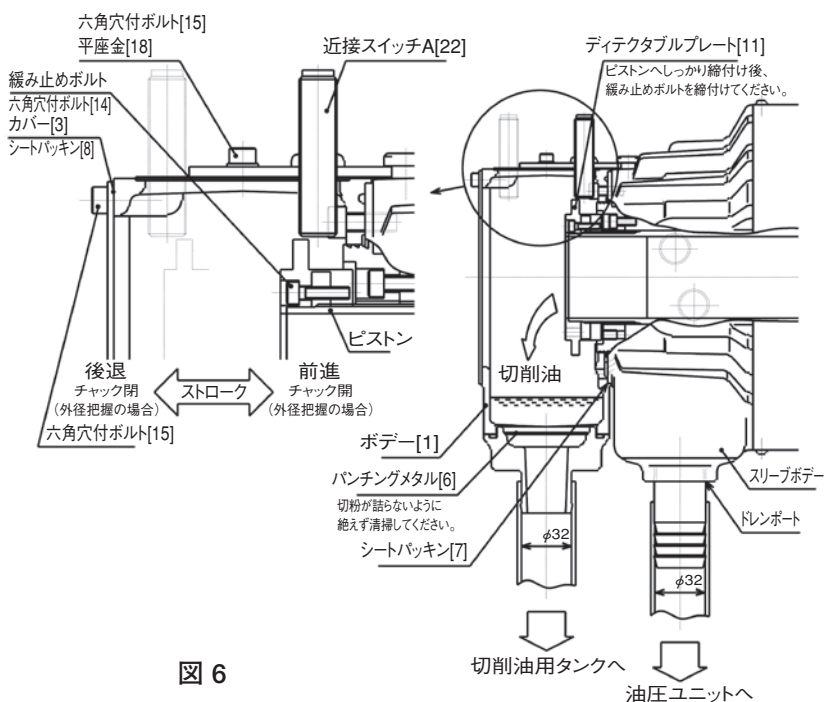

図 6
- (内径 $\phi 32$) (図6)
近接スイッチの位置調整については下記の手順で行ってください。(図6)
切削油がクーラントコレクタ内に溜まらないように絶えずパンチングメタルを清掃し切粉詰りに十分注意すること。(図6)